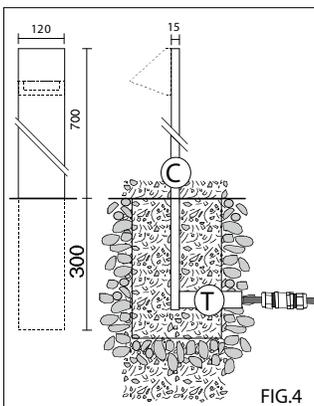

FIG.4
- Prima di interrare e/o cementare il palo creare nella zona di alloggiamento, uno strato di ghiaia sufficiente a garantire l'eventuale deflusso dell'acqua (circa 30cm) FIG.4
- Introdurre nell'apposita cava del palo il tubo corrugato T (FIG.4)
- Before burying and/or cementing the pole, pay attention to create a layer of gravel for drainage, enough to guarantee the possible water flow (about 30cm) FIG.4
- Insert the corrugated tube T into the appropriate pit of the pole. FIG. 4
- Avant d'enterrer et/ou ciment le pôle, faire attention à créer dans la zone de logement une couche de gravier de drainage suffisant pour garantir le possible écoulement de l'eau (environ 30cm). FIG.4
- Insérez le tube ondulé T dans le trou approprié du pôle. FIG.4